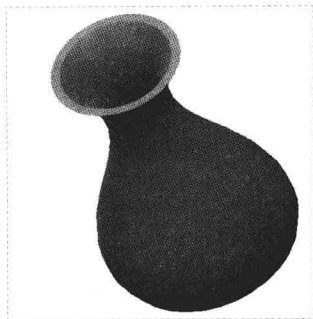

图 7-17 重定义特征
Step 04 单击“应用并保存在工具中所做的所有更改,然后关闭工具操控板”按钮,即可重定义特征,效果如图 7-17 所示。